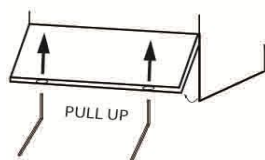

Fig.8
- 1- Estrarre il pannello frontale con l'ausilio di un attrezzo a brugola o simile inserendolo negli appositi fori e tirando il pannello verso l'esterno. Per i modelli a Capot, svitare le viti nella parte inferiore del pannello. (Fig.8)
La taratura del dosatore va effettuata tramite la vite accessibile con lo smontaggio del pannello frontale sotto il portello vasca. (vedi Fig.8)